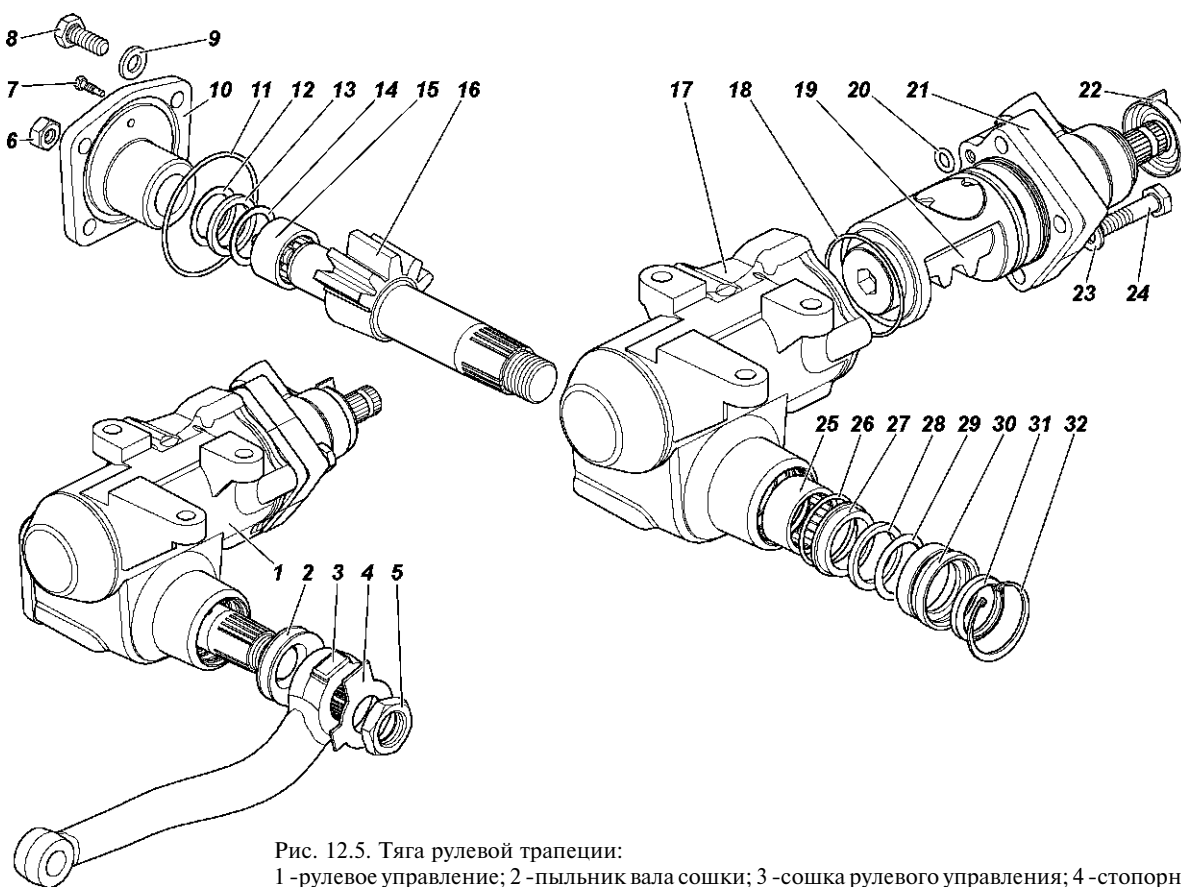

Рис. 12.5. Тяга рулевой трапеции:
1. Зажмите рулевой механизм в специальном приспособлении или в тисках и снимите пыльник 22 (рис. 12.5) с входного вала.